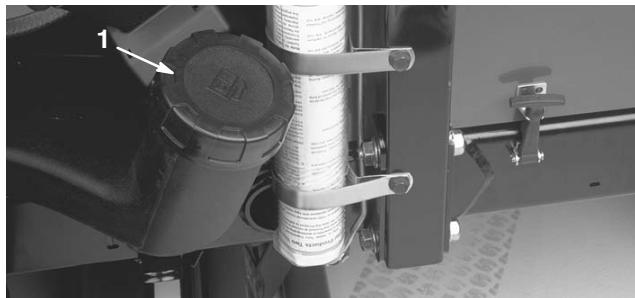

Figure 12
- Nettoyez la surface autour du bouchon du réservoir de carburant (Fig. 12).